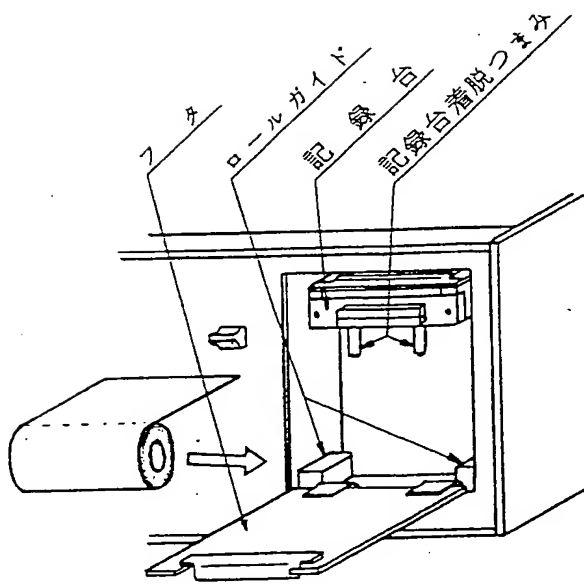

図 13 記録紙装てん部
- ① 記録装置のSIGNALスイッチをOFFにします。
- ② フタを手前に引くと図13のようになっています。そこで図13に示すような向きにして記録紙を2個のロールガイドの間に単に投げ込みます。